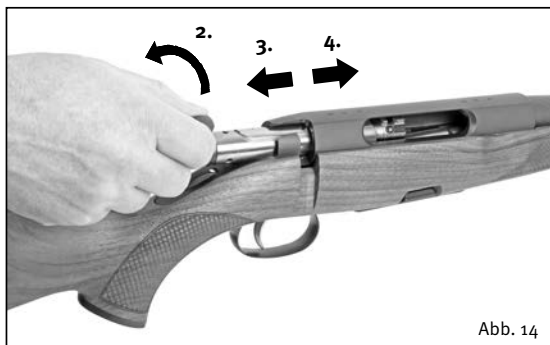

Abb. 3
**Feuer-Stellung** (Abb. 3)
3. Das Sicherungsrad in die Feuerstellung (Abb. 3) drehen.